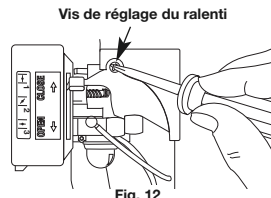

Fig. 12
Il est possible de régler la vitesse de ralenti du moteur. Une vis de réglage du ralenti se trouve entre le couvercle du filtre à air et le couvercle du moteur (Fig. 12).
- Relâchez la manette des gaz et laissez tourner le moteur au ralenti. Si le moteur s'arrête, insérez un petit tournevis cruciforme entre le couvercle du filtre à air et le couvercle du moteur (Fig. 12). Tournez la vis de réglage du ralenti vers la droite, 1/8 de tour à la fois (si nécessaire), jusqu'à ce que le moteur tourne au ralenti de façon régulière.